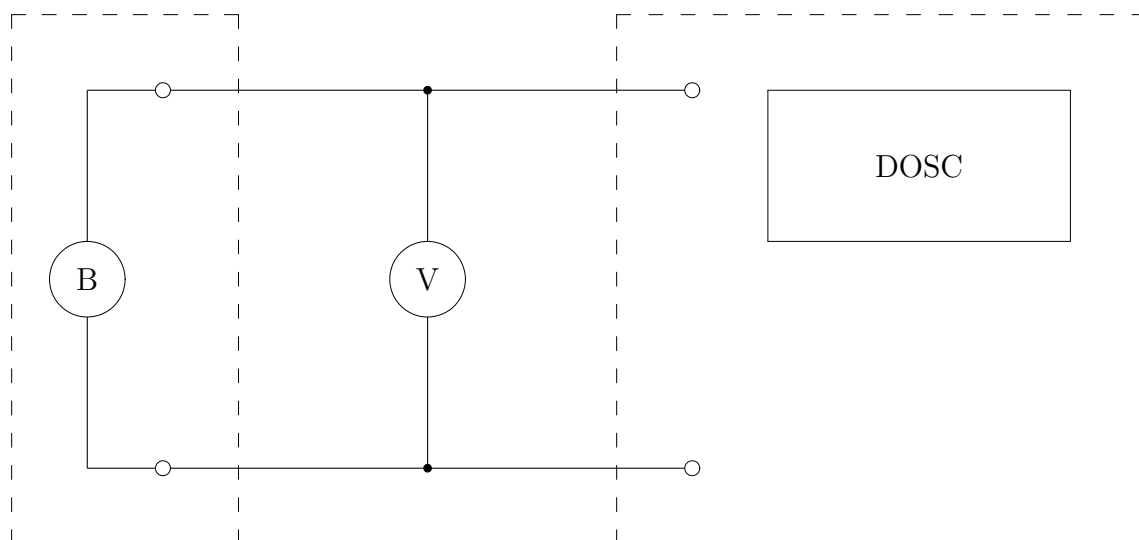

図 3.1: デジタル・オシロスコープによる振幅と時間の測定結線図
1. 図 3.1 のように結線する。
6. 周波数計 F(Hz) と電圧計 V(V) の値を求める。